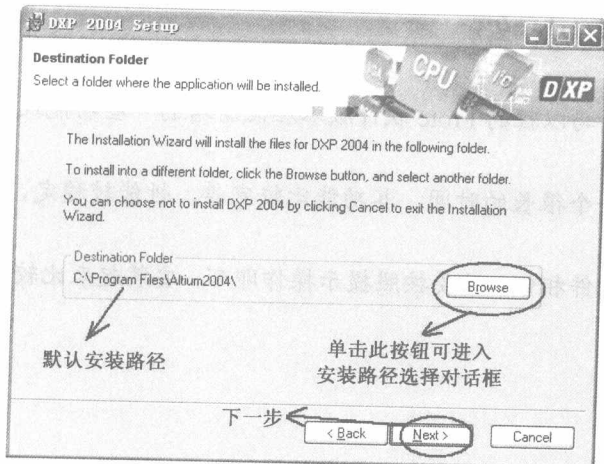
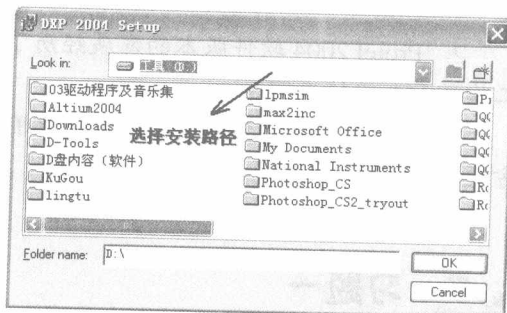
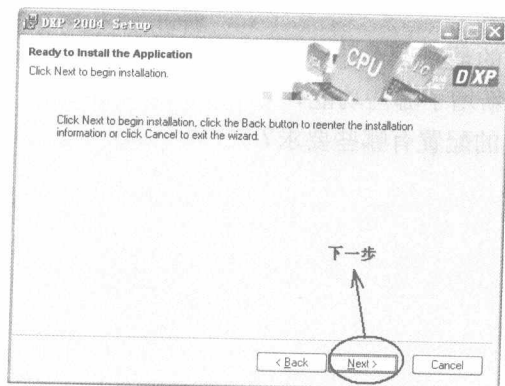

图 1-3-4 软件安装路径对话框
图 1-3-5 选择安装路径对话框
图 1-3-6 准备安装提示界面
- ④ 单击下一步按钮, 打开如图 1-3-4 所示的安装路径对话框, 默认安装路径为“C:\Program Files\Altium 2004\”。如果需要更改安装路径, 可单击【Browse】浏览按钮, 出现如图 1-3-5 所示的选择安装路径对话框, 在此对话框中选择安装路径。
- ⑤ 选择好安装路径并单击图 1-3-5 中的【OK】按钮后, 出现如图 1-3-6 所示的准备安装提示界面。